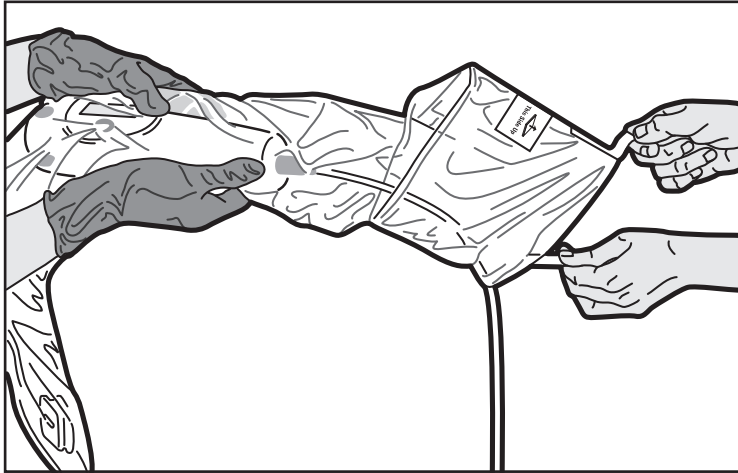

Figura 5. Desdoblamiento de la bolsa
6. A continuación, el operador esterilizado sostiene la unidad motora MDU5 PLUS cubierta. El operador no estéril agarra y tira de las lengüetas hasta que la bolsa se desdobra completamente (figura 5).